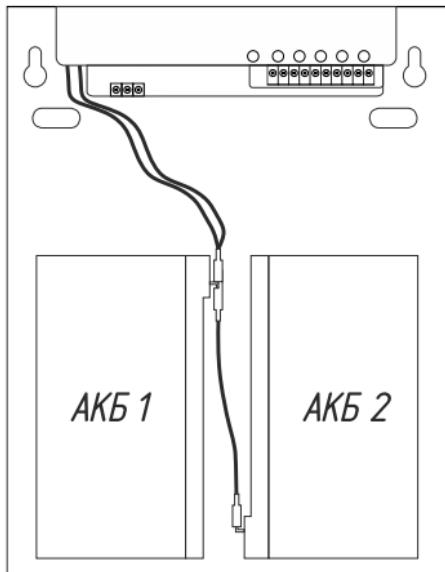

Рис.4
6) Подключить соединительные провода изолированными клеммами (5) к клеммам АКБ 2 (красный провод к клемме "+АКБ", чёрный провод к клемме "-АКБ").
8) Подключить плату ББП к свободным контактам универсальных клемм в соответствии с маркировкой (красный провод к универсальной клемме "+АКБ", провод другого цвета к универсальной клемме "-АКБ") (*Рис.4*).